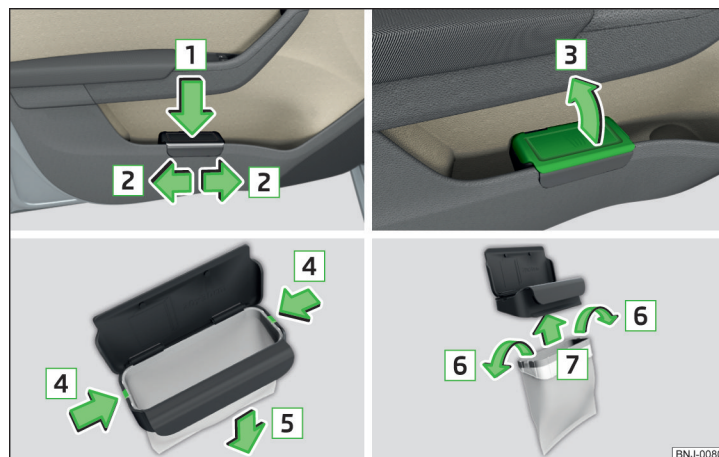

Fig. 72 Recipientul pentru reziduuri: introducerea și glisarea / deschiderea / înlocuirea pungii
➤ Împingeți recipientul pentru reziduuri în partea posterioară în sensul săgeții **1** » fig. 72.
► Scoateți recipientul pentru reziduuri în sens contrar săgeții [1] » fig. 72.
► Deschideți recipientul pentru reziduuri în sensul săgeții [3] » fig. 72.
► Îndepărtați prin apăsare cele două elemente de fixare ale cadrului interior, în sensul săgeții [4] » fig. 72 de pe corpul recipientului.